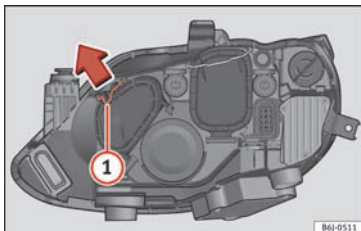

Fig. 96 Dobbelt forlygte
- Forskyd holderen **(1)** i pilens retning, og tag afdækningen af **» Fig. 96.**